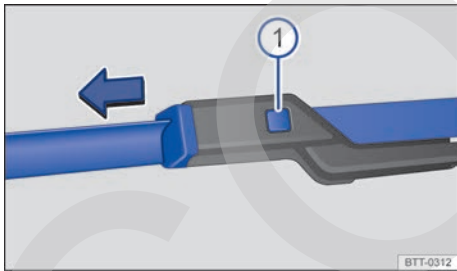

Fig. 141 Cambio de las escobillas limpiacristales del parabrisas.
- Mantenga presionada la tecla de desbloqueo → fig. 141 ① y tire al mismo tiempo de la escobilla en el sentido de la flecha.